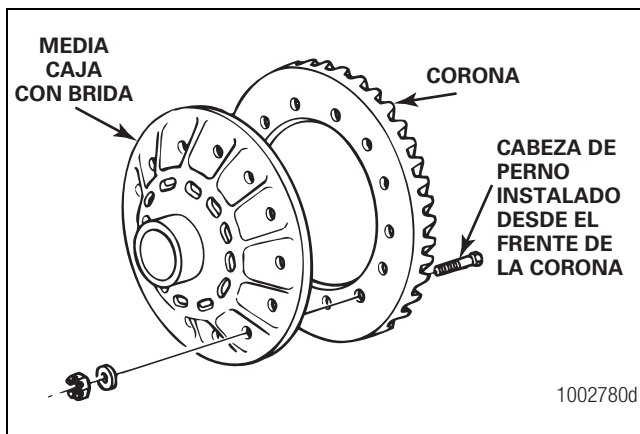

Figura 5.19
- Coloque los pernos, las tuercas y las arandelas, si así está equipado, que sujetan la corona a la media caja con brida. Coloque los pernos por el lado frontal del engranaje. Las roscas de los pernos deben instalarse desde la superficie interior de la corona y las tuercas deben apretarse desde la parte trasera de la corona. Figura 5.19.